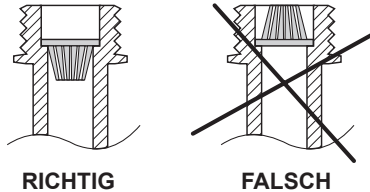

Abbildung 9
5. Den Wasserfilter in den Wärmereinlauf mit dem Korbboden nach unten (siehe Abbildung 9) einsetzen.